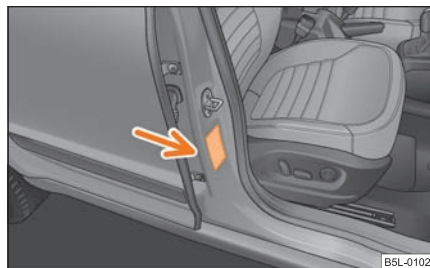

Fig. 181 Autocolant pe stâlpu central al ușilor, partea pasagerului din dreapta
- Asupra acestui aspect atenționează și autocolantul amplasat pe partea dreaptă, pe stâlpu central al ușilor ⇒ fig. 181. Eticheta poate fi observată după deschiderea ușii pasagerului din dreapta. În unele țări, eticheta este lipită și pe parasolarul pasagerului din dreapta.